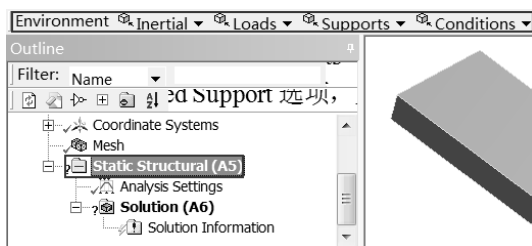

图 4-42 Environment 工具栏
Step1：选择 Mechanical 界面左侧 Outline（分析树）中的 Static Structural（A5）选项，此时会出现如图 4-42 所示的 Environment 工具栏。